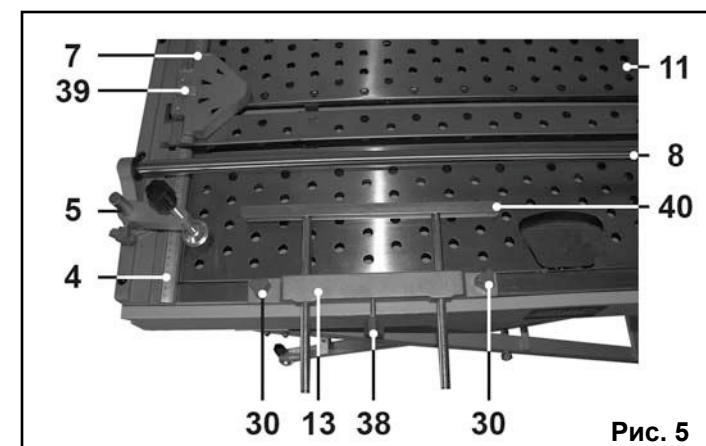

Рис. 5
11.2. Установка параллельного упора (Рис. 5).
11.3. Установка углового упора (Рис. 5).